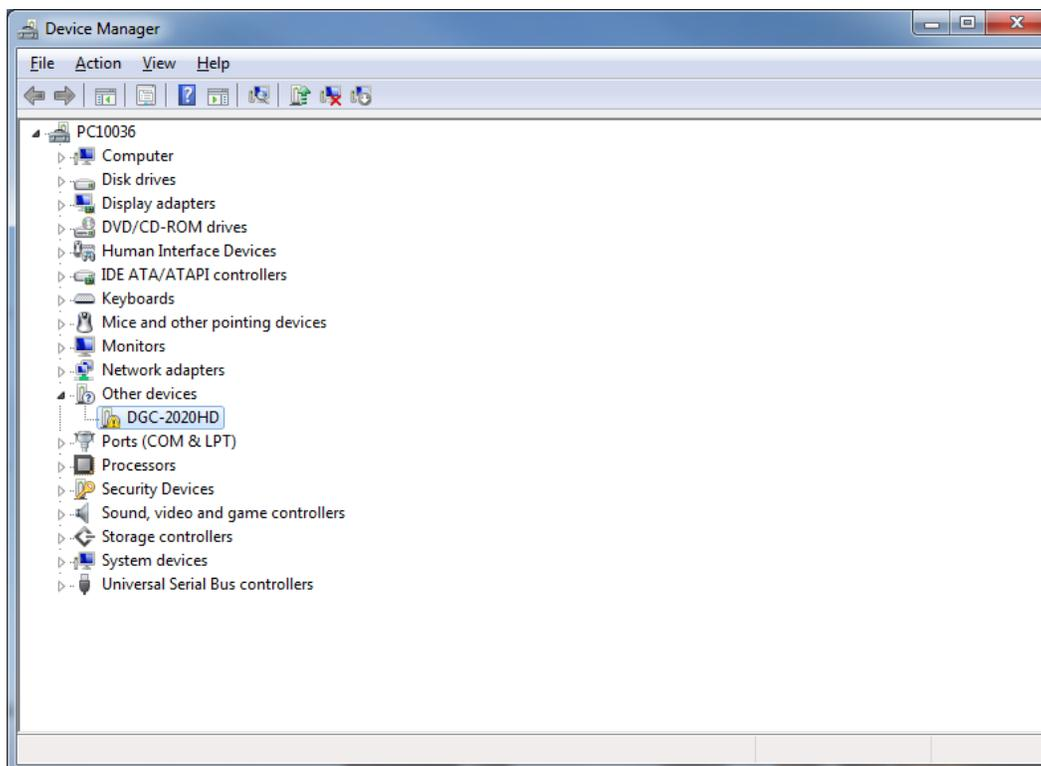

图 9-2. 设备管理器
- 第二步 打开 Windows® 设备管理器，如图 9-2 所示。右击其他设备下 DGC-2020HD（或未知装置），选择属性。